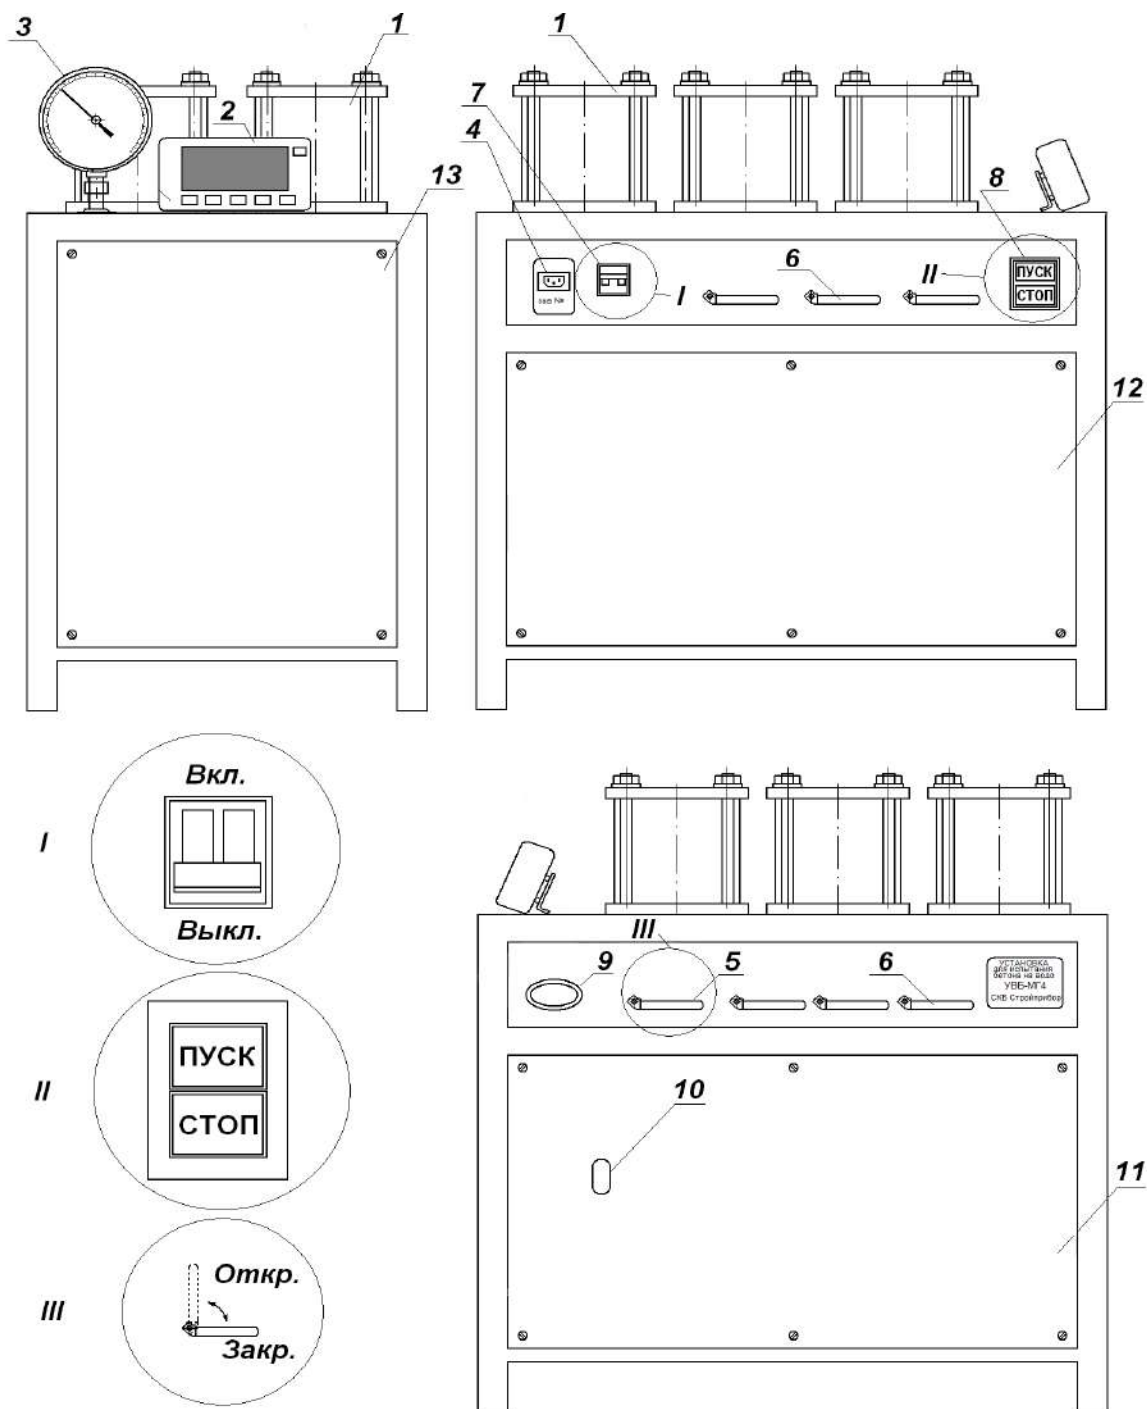

Рисунок 1 - Схема установки для испытания бетона на водонепроницаемость УВБ-МГ4 (УВБ-МГ4.01).
На боковых панелях стола смонтированы запорные вентили, автоматический выключатель, кнопки «Пуск», «Стоп» и заливная горловина. На верхней панели стола расположены блок управления и штуцер для подключения манометра (рис.1).
2.2.4 Установить блок управления на кронштейн рядом с манометром, подключить кабель (см. рис. 1).